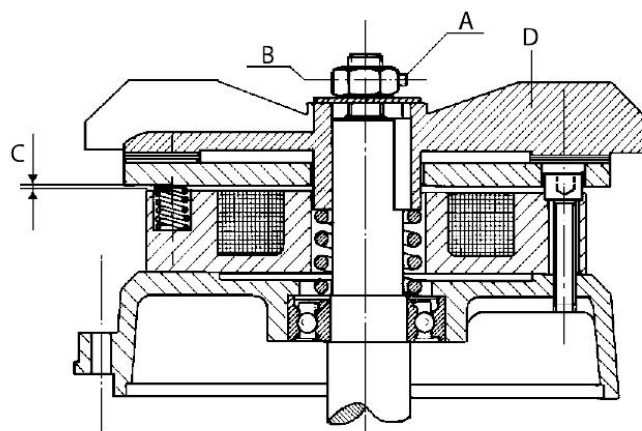

FIG. 6 — Regulação do travão
- Regule o entreferro desapertando o parafuso de cabeça oca hexagonal «A» e atuando sobre a porca «B»: a medida «C» deve estar entre 0,4 e 0,6 mm. Durante o funcionamento do motor, o ventilador «D» deve girar livremente sem roçar no disco. Verificada a eficiência do travão, coloque a tampa e fixe-a com os seus parafusos (Fig. 6).